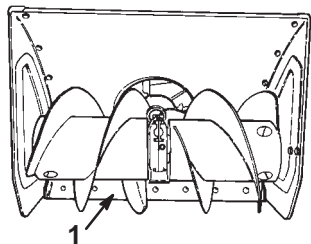

Bild 17
- Bewegen Sie die Schneefräse auf eine ebene Fläche und stellen Sie sicher, dass die Schürfleiste (Bild 17) parallel zum Boden steht. Wenn das nicht der Fall ist, stellen Sie die Schürfleiste ein; siehe Einstellung der Kufen und der Schürfleiste auf Seite 22.